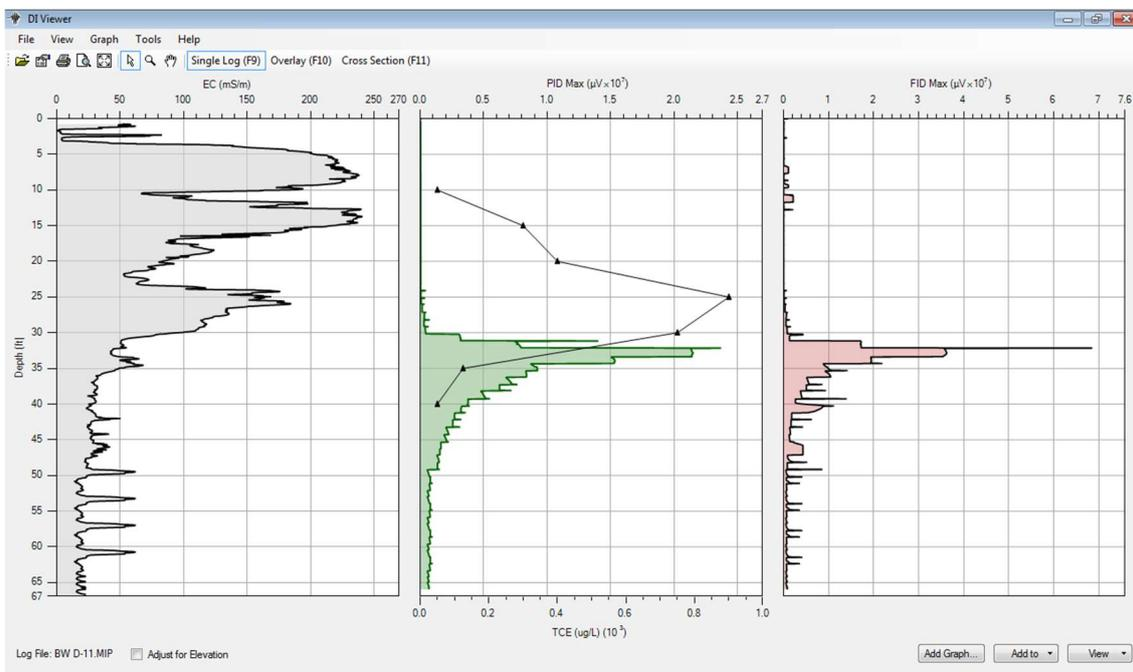

Figure 13 : Ajout de données personnalisées (TCE [$\mu\text{g/L}$]) aux signaux du détecteur PID.
7. Les nouvelles données personnalisées peuvent être ajoutées à la visualisation en sélectionnant *Add Graph* afin de les voir apparaître ou d'ajouter une échelle secondaire sur l'une ou l'autre série de données comme par exemple le signal du détecteur PID (Figure 13).